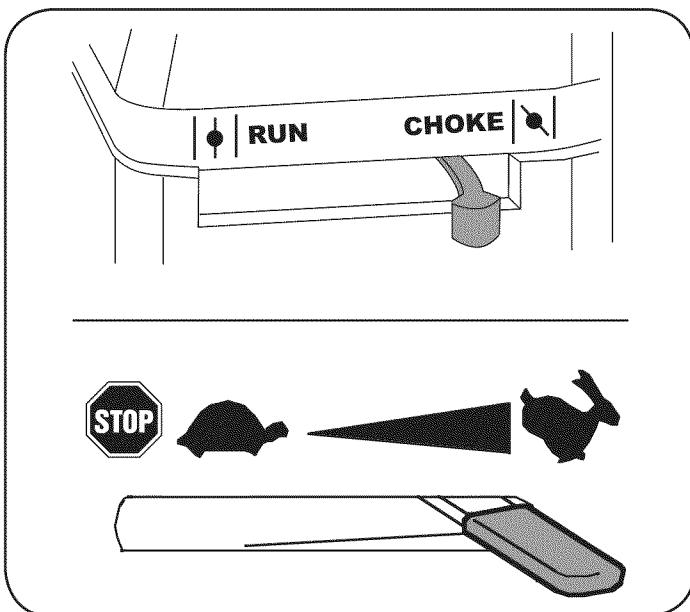

Figura 10
2. Llene el tanque no más de 1/2 pulgada por debajo de la base del cuello del filtro para dejar espacio para la dilatación del combustible. Vea la figura 10.
5. Mueva la palanca de control del estrangulador a la posición START/RUN (encendido / funcionamiento, representado por una liebre). Vea la figura 10.